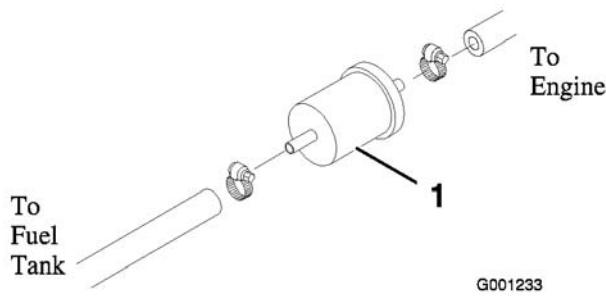

Bild 51
Tauschen Sie den Kraftstoffvorfilter (Bild 51), der sich zwischen dem Kraftstofftank und der Kraftstoffpumpe befindet, alle 400 Betriebsstunden oder mindestens einmal jährlich aus.
- Klemmen Sie beide Kraftstoffleitungen ab, so dass kein Kraftstoff ausströmen kann, wenn die Leitungen abgezogen werden (Bild 51).